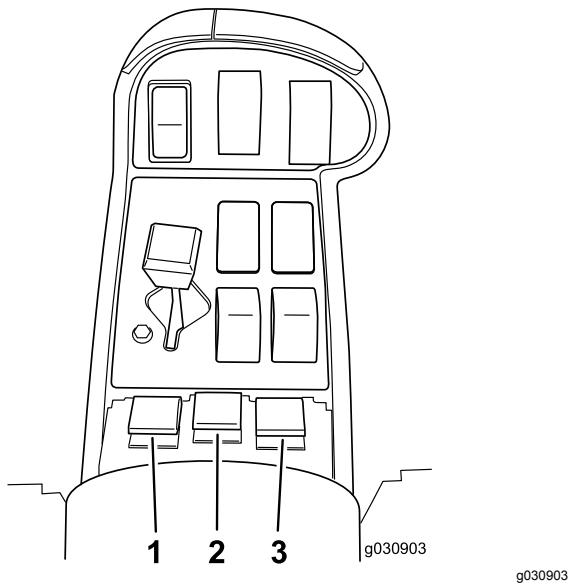

Figura 13
- Rode os interruptores de secção (localizado entre os bancos) para a posição ON (Figura 13).